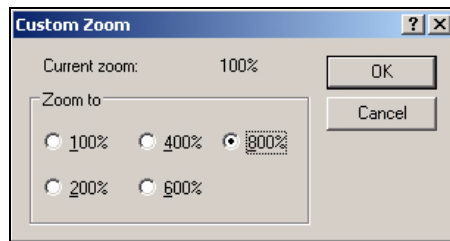

Figure 5-44: Personnaliser Zoomer
- 2 Allez à *Visualiser > Zoomer > Personnaliser*. La boîte de dialogue *Personnaliser Zommer* (consulter Figure 5-44 à la page 5-57)